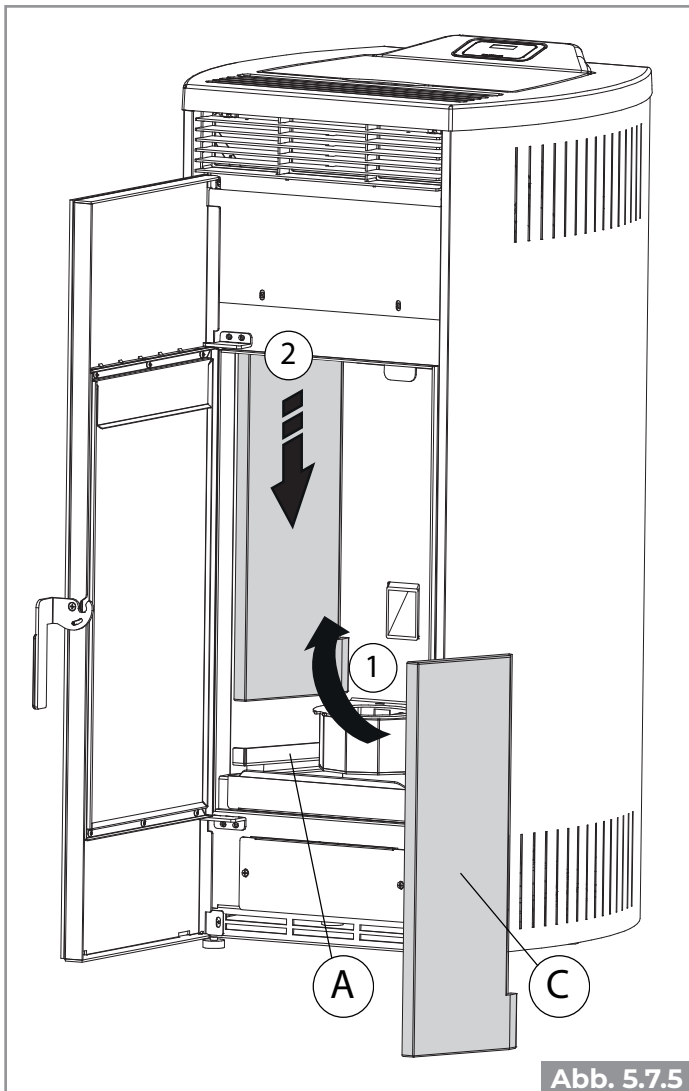
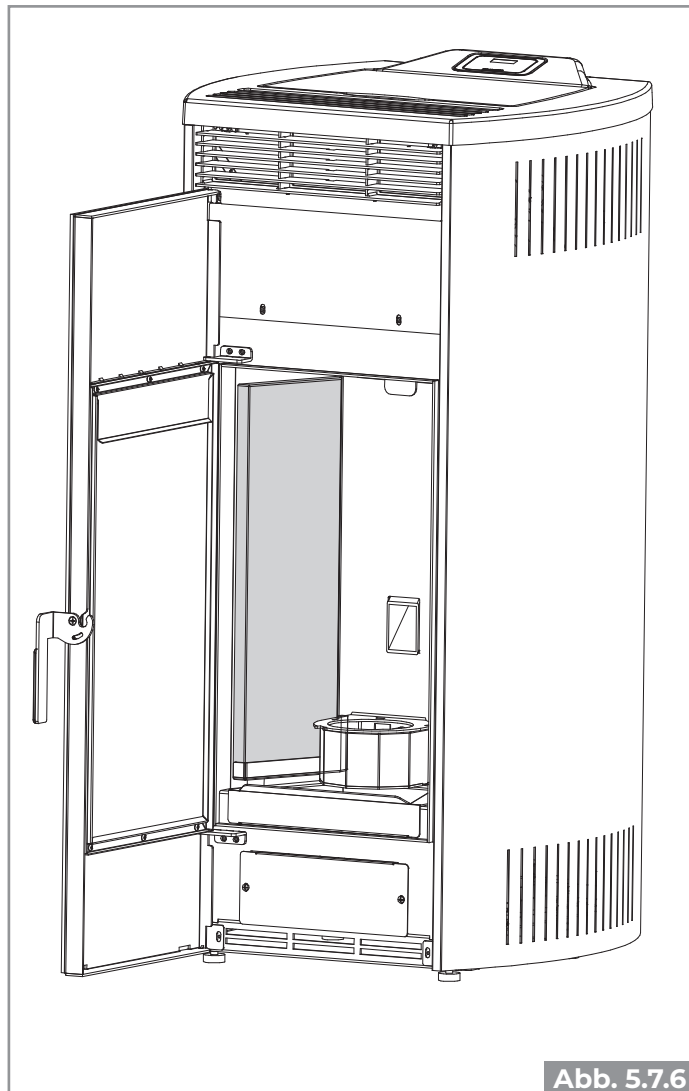

Abb. 5.7.5
Abb. 5.7.6
- Platzieren Sie die linke feuerfeste Wand C in der Brennkammer, indem Sie den unteren Teil der Wand in das entsprechende Gehäuse der Halterung A einsetzen (Abb. 5.7.5- Abb. 5.7.6) verbinden